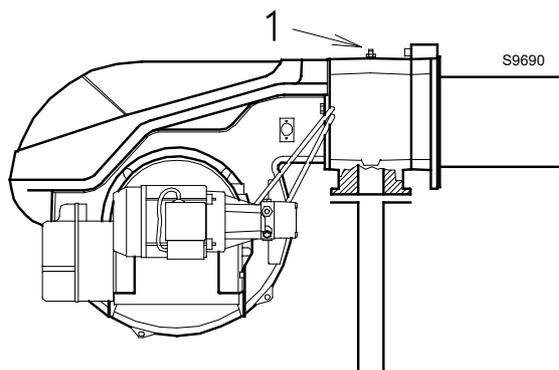

Fig. 21
Presión de gas en la toma 1)(Fig. 21), con:
Pérdida de carga válvula de mariposa del gas 2)(Fig. 21) con abertura máxima: 90°.
Pérdida de carga rampa de gas 3)(Fig. 21) comprende: válvula de regulación VR, válvula de seguridad VS (ambas con la máxima abertura), regulador de presión R, filtro F.
- restar a la presión del gas en la toma 1)(Fig. 21) la presión de la cámara de combustión.
Para conocer la presión gas necesaria en la toma 1)(Fig. 21), fijada la potencia máxima de modulación a la cual se desea que funcione el quemador:
- Leer a la derecha, columna 1, la presión en la toma 1)(Fig. 21).
presión necesaria para la toma 1)(Fig. 21).